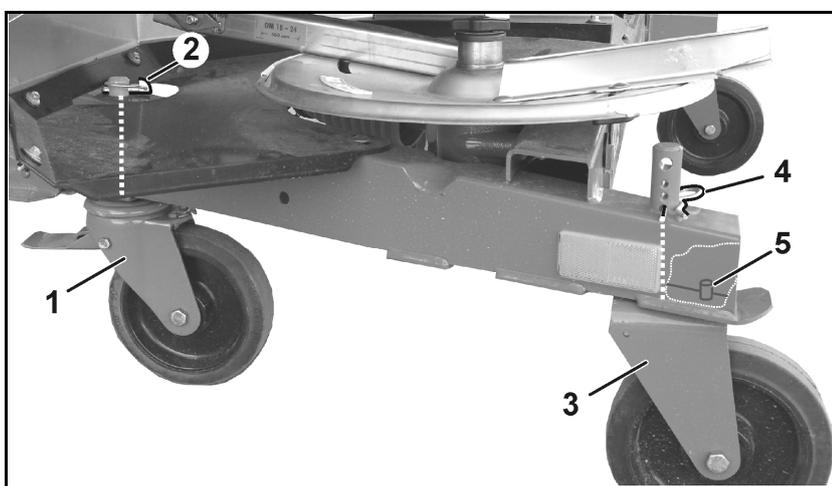

Fig. 39
5. Rolos de travão direccionáveis (Fig. 39/1) à frente
- o montar e fixar com o encaixe de charneira (Fig. 39/2),
6. Rolos rígidos (Fig. 39/3) atrás
- o montar e fixar com o pino de fixação de mola (Fig. 39/4) no orifício de alinhamento que se encontra mais em baixo,
Ao montar os rolos rígidos prestar atenção para que a cavilha (Fig. 39/5) passe através do orifício do quadro, mantendo assim os rolos no sentido longitudinal.